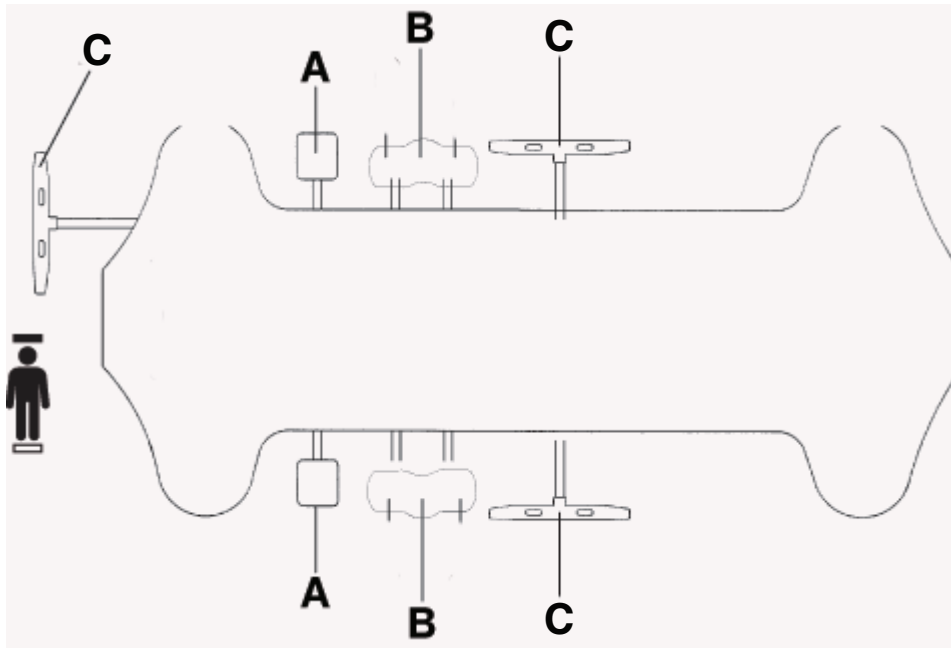

Abbildung 3 – Anheben und Absenken der Liegefläche
Zum Anheben der Liegefläche das Pumpedal (A) nach unten drücken, bis die gewünschte Höhe erreicht ist (Abbildung 3).
Um das Kopfende des Produkts abzusenken, das die Seite des Universal-Absenkpeds (B), das sich am nächsten zum Kopfende des Produkts befindet, herunterdrücken (Abbildung 3).
Um das Fußende des Produkts abzusenken, die Seite des Universal-Absenkpeds (B), das sich am nächsten zum Fußende des Produkts befindet, herunterdrücken (Abbildung 3).